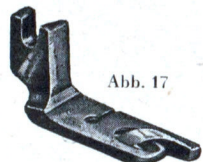

Abb. 17
- b) *Breitsäumer* (Abb. 17) wird gebraucht für stärkere Stoffe (Leinen, Barchent usw.) Saumbreite etwa 4 mm.